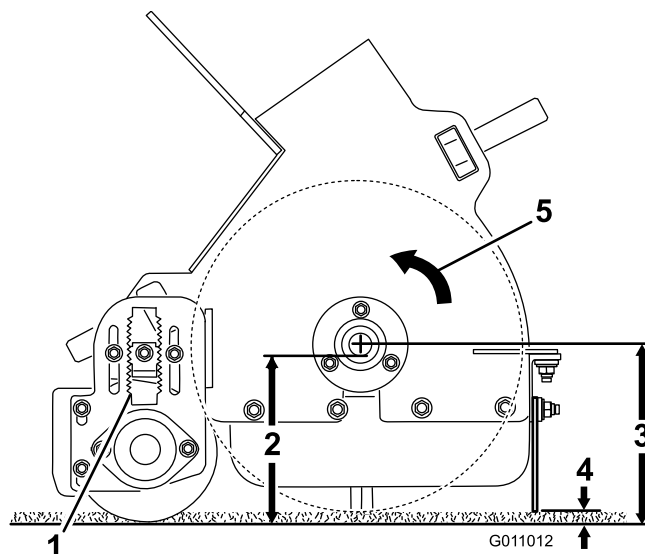
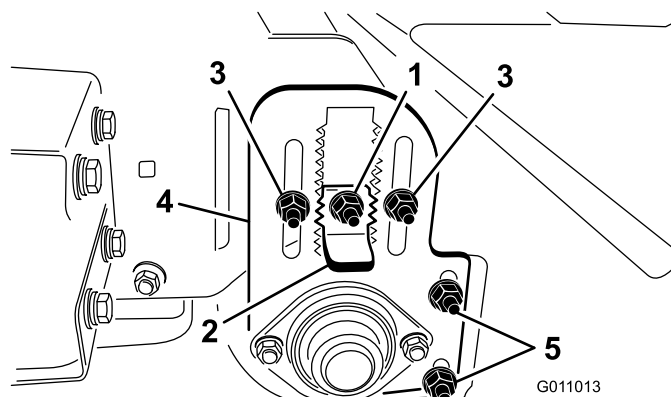

Figure 20
Figure 21
Voir la Figure 20 et la Figure 21 pour plus de précision sur les réglages recommandés pour la machine.
3. Desserrez le contre-écrou sur la clavette de réglage de hauteur (Figure 21) afin de pouvoir la sortir d'environ 13 mm.
4. Desserrez les contre-écrous de réglage de hauteur de rouleau (Figure 21).
5. Sortez la clavette de réglage de hauteur et montez ou abaissez le rouleau arrière en faisant coulisser la plaque de réglage à la hauteur voulue (Figure 21).
Assurez-vous de régler le racloir du rouleau (Figure 21) de manière à obtenir un espace de 2 mm entre le rouleau et le racloir. Desserrez les écrous de réglage du racloir et placez le rouleau à la position voulue, puis resserrez les écrous.